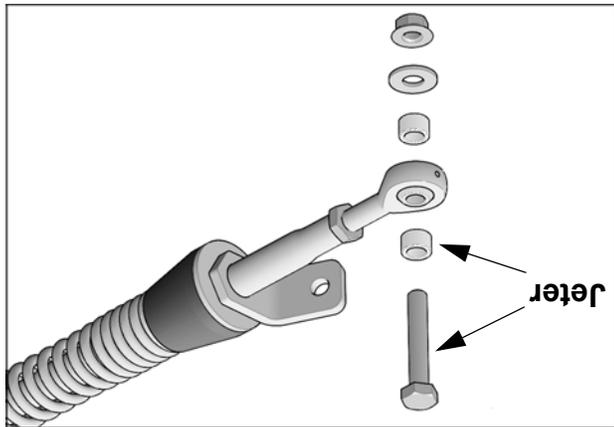

Fig. 3
3. Retirer les boulons, rondelles et espaceurs des rotules des bras stabilisateurs arrière. Rejeter du groupe de pièces les 2 boulons M10x60mm et 2 des 4 espaceurs. Fig. 3